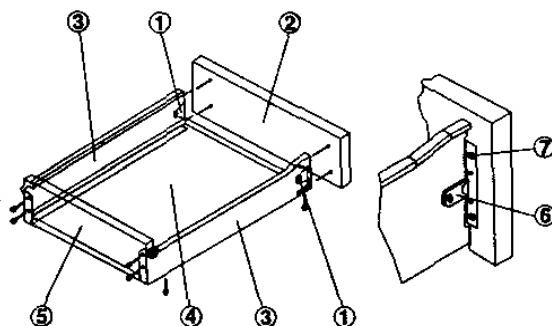

Рис. 4
2. Прикрепите съемные кронштейны (1) к передней панели ящика (2).
3. Прикрепите шурупами левую и правую части (3) метабокса ко дну ящика (4).
4. Установите и закрепите шурупами заднюю стенку (5).
5. Соедините переднюю панель (2) с ящиком, установите ящики в корпус шкафа и отрегулируйте положение передних панелей.
Регулировка: ослабив винты (6), регулируют положение накладной ящика в вертикальном направлении. Ослабив винты (7), регулируют положение накладной ящика в горизонтальном направлении (рис.4).